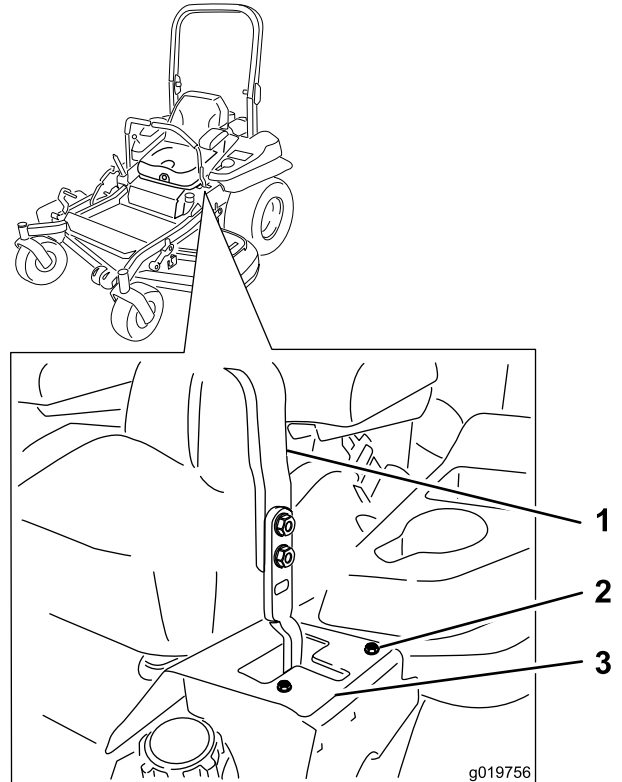

Figure 62
- Si elle se déporte à droite, desserrez les boulons et déplacez la plaque de butée gauche en arrière sur la fente en T gauche, jusqu'à ce que la machine se déplace en ligne droite (Figure 62).
- Si elle se déporte à gauche, desserrez les boulons et déplacez la plaque de butée droite en arrière sur la fente en T droite, jusqu'à ce que la machine se déplace en ligne droite (Figure 62).
- Serrez les boulons de la plaque (Figure 62).